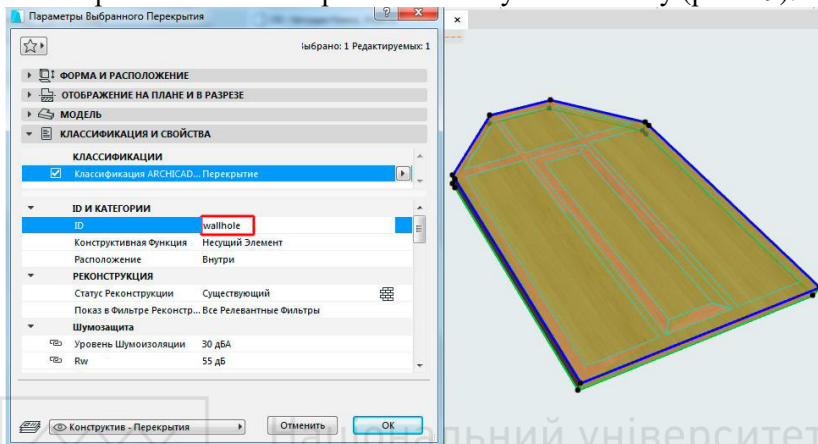

Рис. 19
5. Тепер необхідно створити ще одне перекриття по контуру нашого вікна і задати в його параметрах команду ID: wallhole (тобто отвір в стіні), тоді Archicad акуратно виріже отвір в точності по геометрії нашого вікна при його влаштуванні в стіну (рис. 19).